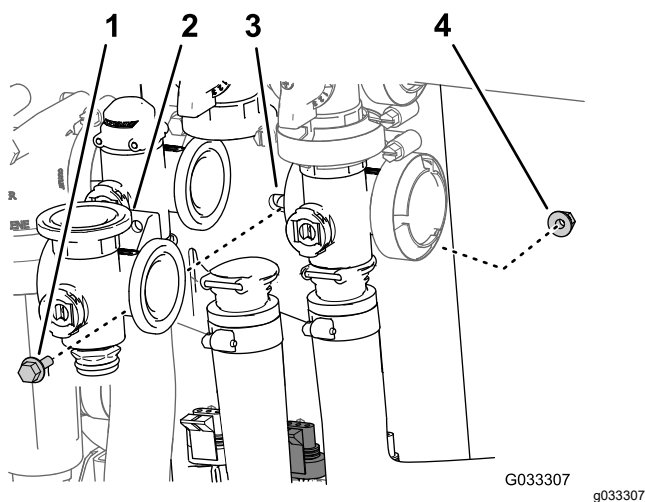

Figura 70
3. Îndepărtați urubul cu guler i contrapiulia cu guler care fixează supapa de agitare la elementul de montare a supapei i îndepărtați colectorul supapei de la maină (Figura 70).